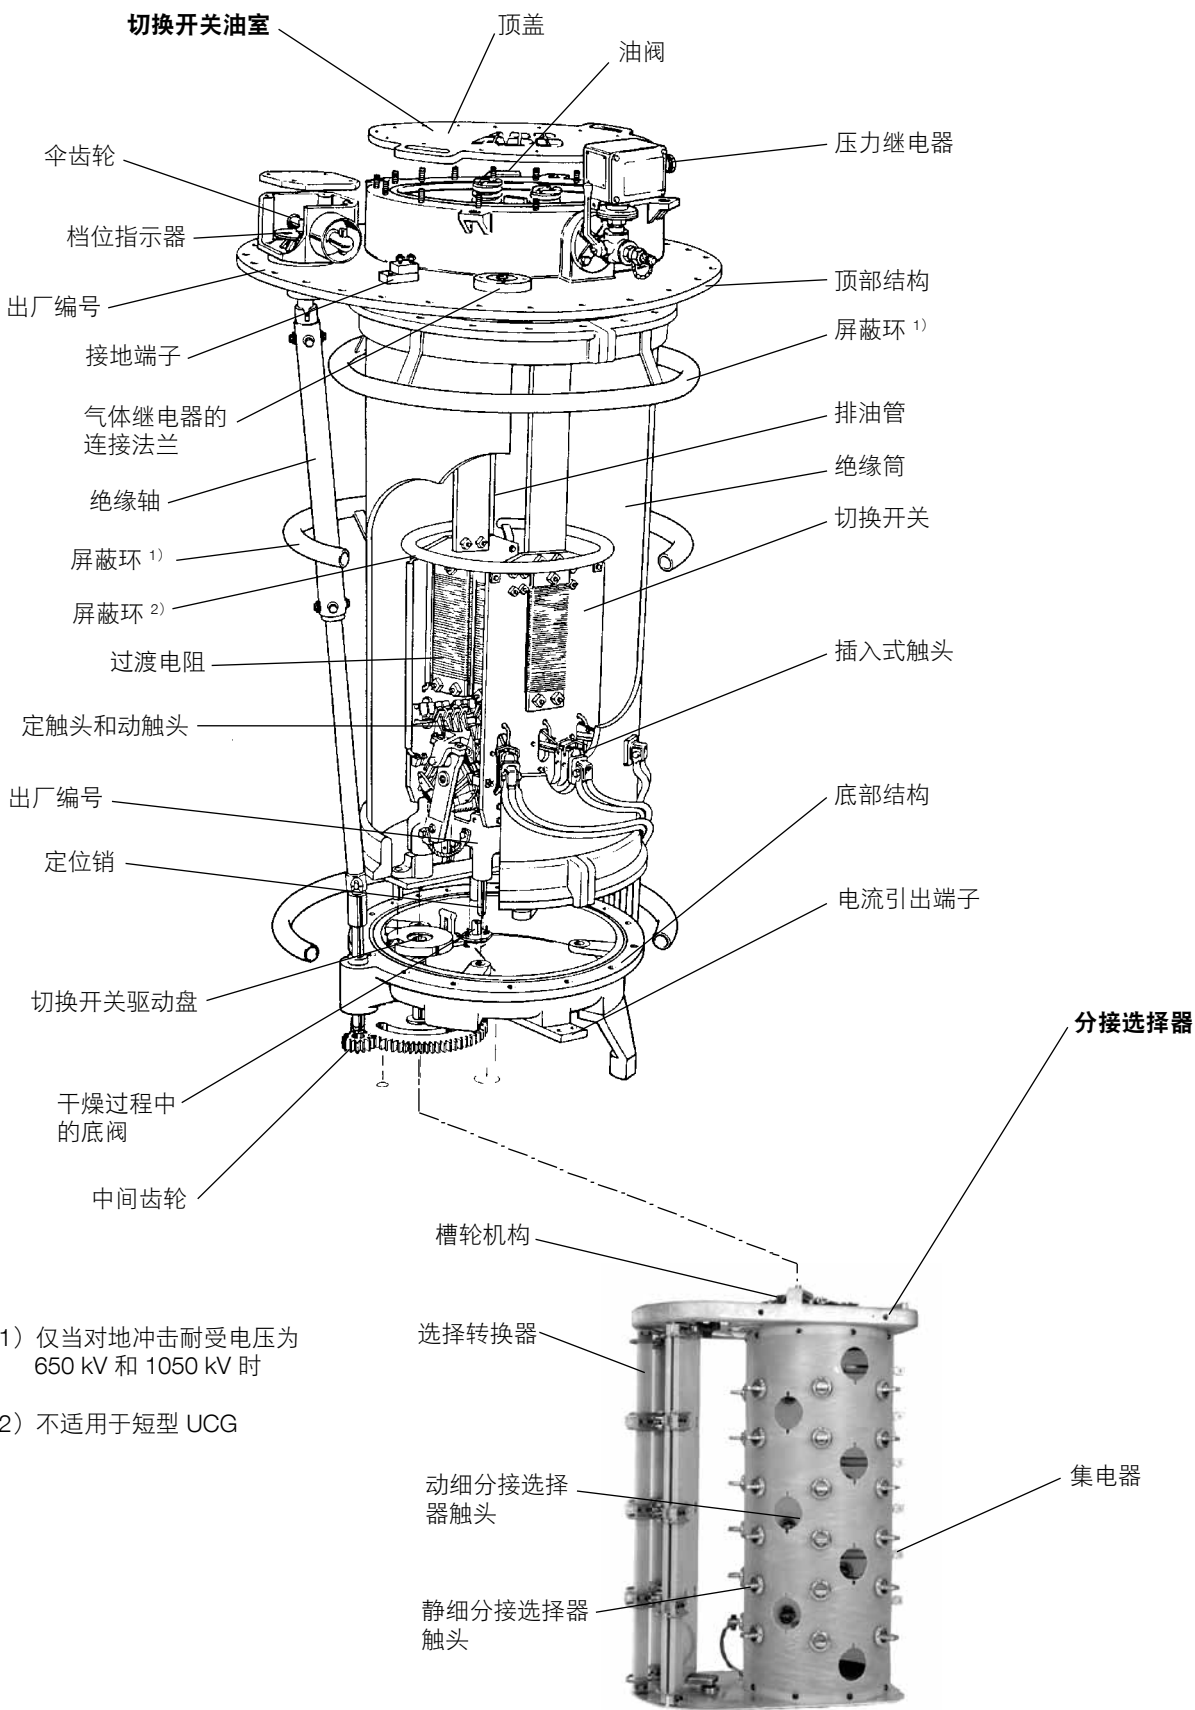

图 1 UC 型有载分接开关总布置图
UC 型有载分接开关安装在变压器箱内。BUE 型或 BUL 型电动机构固定在变压器油箱上，通过传动轴和伞齿轮与有载分接开关相连，如图 1 和 2 所示。
- 切换开关油室上（图 1）
- 切换开关上（图 1）
- 分接选择器上（图 1）